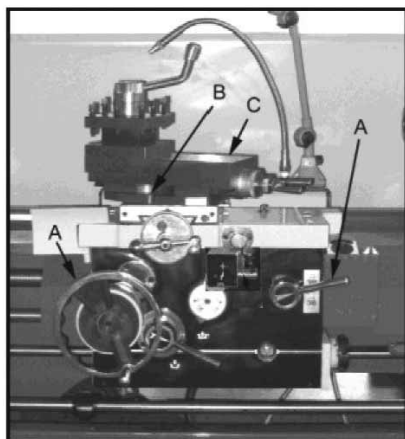

Fig. 18
4. Indstil omskifteren (D, Fig.18) til den korrekte position (neutral).
5. Aktiver håndtaget til kontramøtrikken (A, Fig.18).
Grundholderslæde. Grundholderslæden (C, Fig.18) er placeret øverst på tværslæden og kan roteres 360°. Der findes kalibreringsanvisninger i grader (B, Fig.18) under soklen, som en hjælp til at indstille grundholderen til den ønskede vinkel.